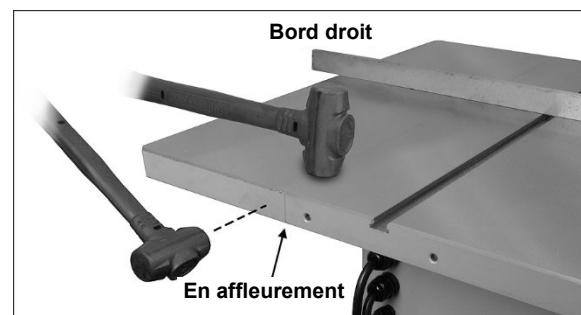

Figure 6-4 : mettre à niveau les rallonges,
4. Le bord avant de l'oreille doit rester à égalité avec le bord avant du banc de scie. Si nécessaire, tapotez le bord avant de la rallonge avec un maillet en caoutchouc pour qu'elle soit à ras. Voir la Figure 6-4.
Méthode 1 (Figure 6-4) :
3. Posez une règle de vérification sur le banc de scie et la rallonge, en l'étendant au-delà du bord de la rallonge, comme illustré dans la figure 6-4.